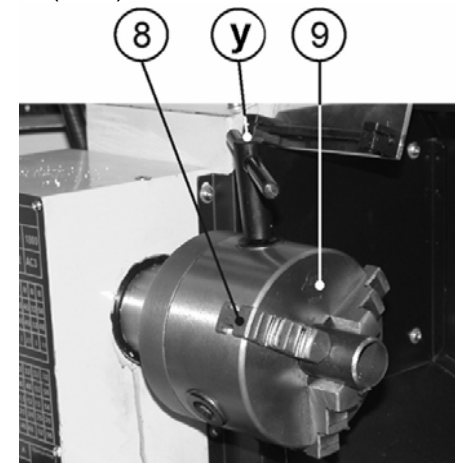

Рис.9
10.1.4. При помощи Т-образного ключа патрона (У) раздвиньте кулачки (8) трёхкулачкового самоцентрирующегося патрона (9), вставьте заготовку и при помощи Т-образного ключа патрона (У) зажмите заготовку в трёхкулачковом самоцентрирующемся патроне (9). Извлеките Т-образный ключ патрона (У) из гнезда трёхкулачкового самоцентрирующегося патрона (9), Рис. 9.
10.1.5. Для замены кулачков (8) вставьте Т-образный ключ (У) в трёхкулачковый самоцентрирующийся патрон (9). Вращая Т-образный ключ (У) против часовой стрелки, полностью разожмите кулачки (8) трёхкулачкового самоцентрирующегося патрона (9). После этого кулачки (8) можно извлечь, соблюдая очередность. Для установки кулачков (8) сохраняйте последовательность в обратном порядке, соблюдая очередность кулачков (8), Рис. 9.